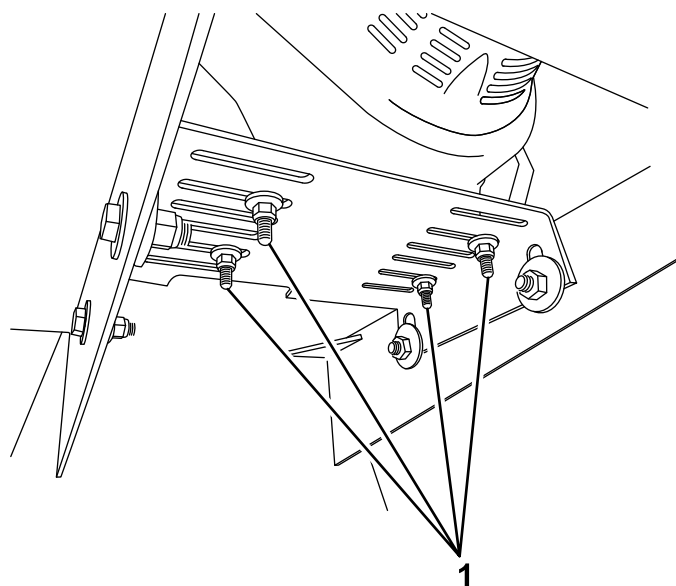

Figure 55
3. Desserrez les 4 écrous et boulons qui fixent le moteur à la plaque de montage (Figure 55).
6. Serrez chacun des 4 écrous et boulons de fixation à 24 N m (18 pi-lb) (Figure 55).